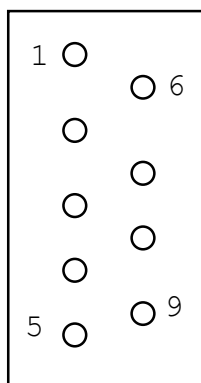

Рисунок 11
9.2.1. Для подсоединения штурвала используется 9-ти контактный разъём «CANON», рисунок 11. Разводка разъёма приведена в таблице 6.